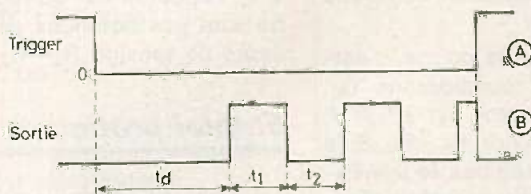

Fig. 2
La figure 2 et 3 donne les détails d'une platine imprimée qu'on peut utiliser pour ce récepteur. Lors de la mise en service, on peut connecter un écouteur à forte impédance sur la sortie correspondante des plans. Ce qu'on y entend est assez loin de la haute fidélité, mais l'écouteur permet néanmoins d'effectuer précisément l'accord (C_1) ainsi que l'orientation optimale du bâtonnet de ferrite. Ensuite, on doit vérifier qu'on obtient bien, en présence d'émission, une tension pratiquement égale à celle d'alimentation entre émetteur et collecteur de T_3 . Sinon, augmenter R_4 , mais pas trop, car autrement
Les signaux de sortie sont indiqués à la figure 2. En (A), les niveaux haut et bas du trigger et en (B), le signal à la broche de sortie. Lorsqu'il y a alarme réelle, celle-ci est annoncée par le contacteur de trigger fermé. Le son normal d'alarme prévu par l'utilisateur est identifié aisément. S'il y a un déclenchement de signal dû à un parasite, ce son sera très différent de celui de la vraie alarme car ce dernier son a été choisi en conséquence. Indiquons aussi qu'à la période maximum $T = 0,6 \text{ s}$ correspond la fréquence $f = 1/0,6 = 1,66 \text{ Hz}$.